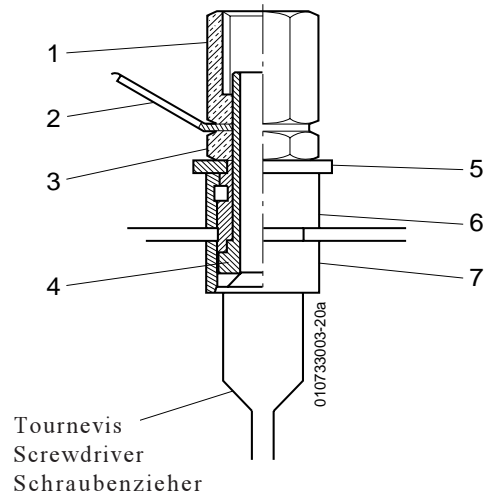

FIG. 1
- 2) Se reporter au schéma (FIG. 1) pour le changement des douilles.
- a) Dévisser l'écrou (1) à l'aide de deux clés plates de 8 mm. Retirer l'écrou et la languette (2).
- b) Engager un tournevis à lame (largeur ≈ 7mm) dans le bloc optique par l'orifice situé à l'opposé de la douille à changer. Débloquer l'écrou (3).
- c) Oter l'écrou (3), la rondelle (5), les douilles isolantes (6) et (7) ainsi que la partie inférieure de la douille.
- d) Engager une nouvelle douille isolante (7) et une nouvelle douille (4) entre les lentilles du bloc optique. Pour la mise en place de ces deux pièces dans le flasque supérieur, il est possible de s'aider d'une fine tige.
- 2) For the replacement of the plugs, refer to the diagram (FIG. 1).
- a) Unscrew the nut (1) thanks two 8 mm flat wrenches. Remove the nut and the contact tab (2).
- b) Introduce a screw driver through a hole located in the inferior shell of the optical block, in order to reach the nut (3) and to unscrew it.
- c) Remove the nut (3), the washer (5), the insulating sockets (6) and (7) and the inside shaft of the plug.
- d) Place a new insulating socket (7), then a new shaft (4) into the superior shell of the optical block, routing them upwards through the lenses by means of a rod.
- 2) Zum Auswechseln der Buchsen, siehe Zeichnung (Abb. 1).
- a) Die Mutter (1) mit zwei 8-mm-Schlüsseln lösen. Die Mutter und Lasche (2) herausnehmen.
- b) Den Schraubendreher mit Klinge (Breite ≈ 7 mm) durch das Loch, das gegenüber der auszuwechselnde Buchse liegt, in den optischen Block führen. Die Mutter (3) lösen.
- c) Die Mutter (3), Unterlegscheibe (5), Isolierbuchsen (6) und (7) und das Unterteil der Buchse herausnehmen.
- d) Eine neue Isolierbuchse (7) und eine neue Buchse (4) zwischen die Linsen des optischen Blocks einsetzen. Ein feiner Stab ermöglicht es sie besser hereinzusetzen.